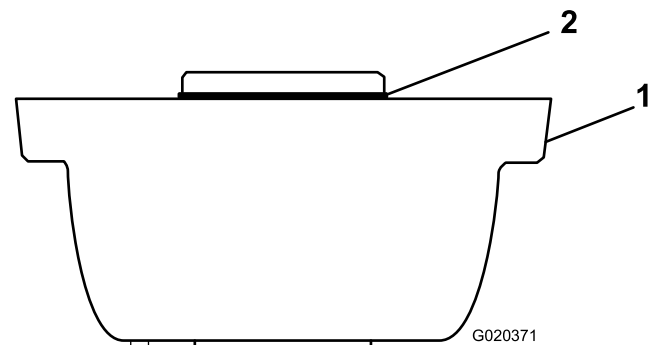

Figura 3
1. Lubrifique o anel de retenção e certifique-se que este está instalado na caixa da escova do rolo (Figura 3).